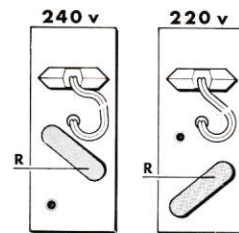

Fig. 10
Ce téléviseur est conçu pour être alimenté uniquement par une tension de 220 à 240 V - 50 Hz. Placer le répartiteur (R) sur la position qui correspond à la tension du réseau d'alimentation (fig. 10).